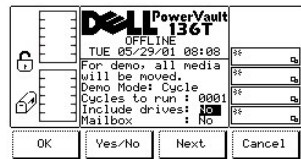

图 108. 维修 > 磁带库 > 自检 > 示范使用次数 > 包括对话框
- 1 如果按下**下一个**软键下方的按钮，则列表中的下一个字段将成为活动字段。请参考图 108。